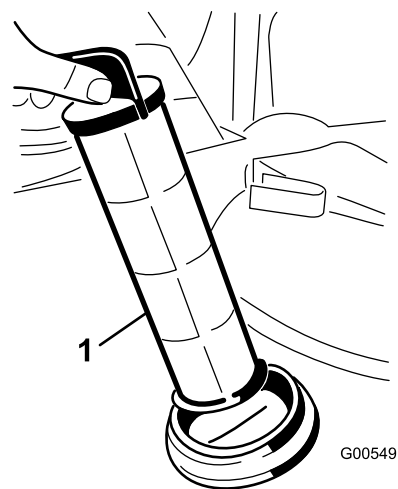

Figure 62
4. Sortez la crépine d'aspiration de l'orifice (Figure 62).